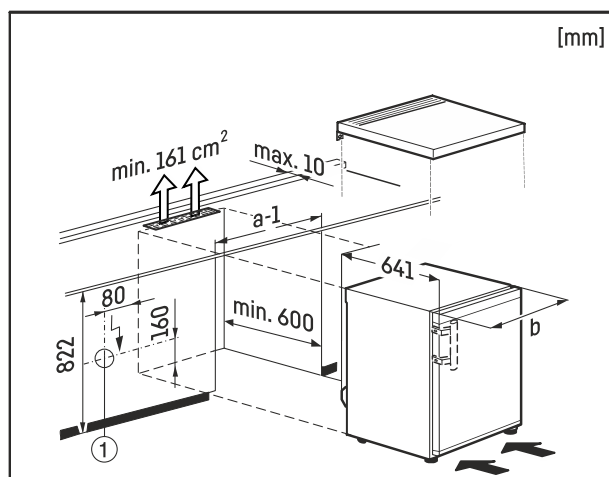

Fig. 8
Stikdåsen Fig. 8 (1) må ikke være placeret direkte bag ved skabet og skal være let tilgængelig.